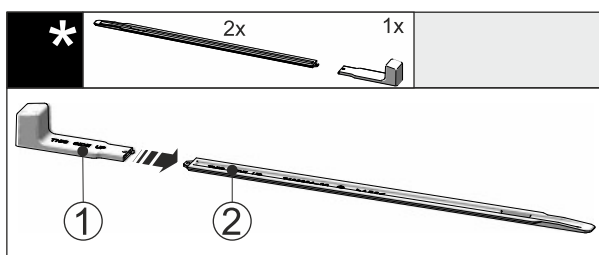

Fig. 47
- Pistke montaažikäepide Fig. 47 (1) nivelleerimissiini Fig. 47 (2) külge.